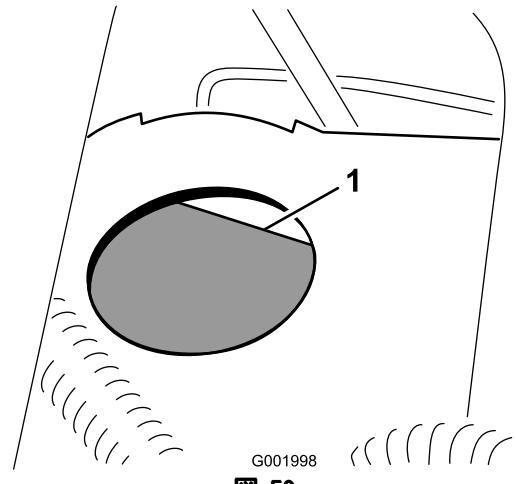

図 59
2. タンクの FULL マークまでオイルが入っているのを確認する（図 59）。